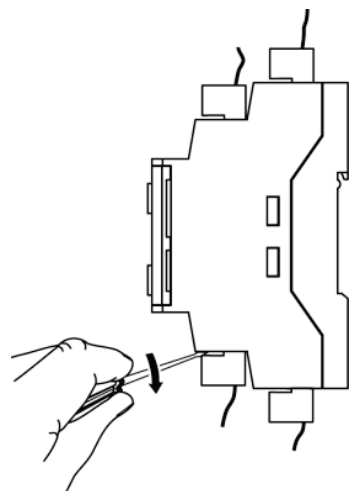

Рисунок 19 – Отделение съемных частей клемм на корпусе
1. Отсоедините клеммы внешних устройств без их демонтажа (рисунок 19).